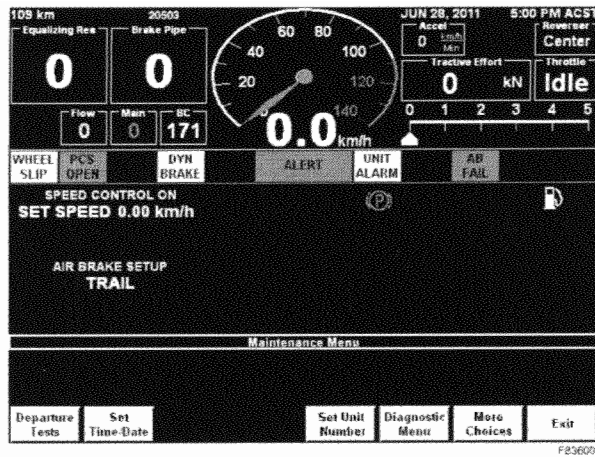
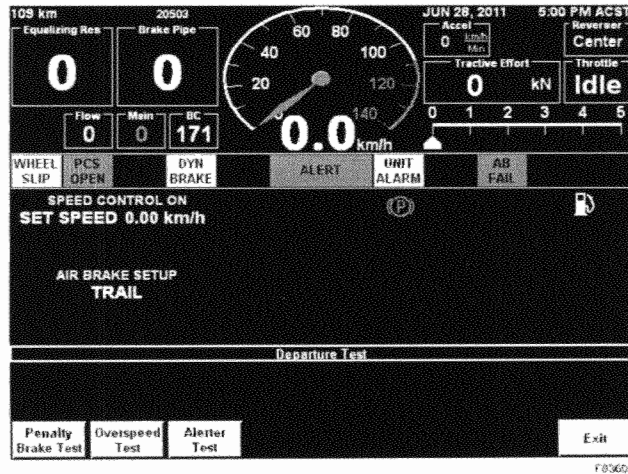

Figura 3-68. Menú de mantenimiento
Figura 3-69. Prueba de partida
Una vez que se haya ingresado el código correcto en la ventana de Autorización de mantenimiento, aparecerá el Menú de mantenimiento Consulte Figura 3-68.
- Una vez finalizada la prueba (**PRUEBA DE EXCESO DE VELOCIDAD APROBADA o DESAPROBADA**), oprima la tecla Exit (Salir). La pantalla vuelve al menú de Prueba de partida. Consulte Figura 3-69.
Aparece la tecla Start Test (Iniciar prueba) y End Test (Finalizar prueba). (Al oprimir la tecla Exit [Salir], la pantalla vuelve al menú de Pruebas de partida). Consulte Figura 3-69).
- Una vez que se han comprobado todos los dispositivos de la lista, oprima la tecla End Test (Finalizar prueba) para volver al menú de Pruebas de partida, consulte Figura 3-69, u oprima la tecla Exit (Salir), para volver la pantalla al Menú de Mantenimiento. Consulte Figura 3-68.